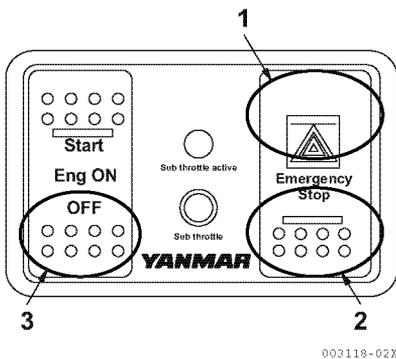

Figura 6
3. Pulse la mitad inferior del interruptor "Eng ON" (apagado). (3, **Figura 6**). El motor se apaga en unos 2 a 7 segundos. La parada normal del motor requiere tiempo porque el controlador ajusta la sincronización de la inyección de combustible a la posición más adecuada para el siguiente arranque.
Pulse la parte superior del interruptor de paro de emergencia (1, Figura 6) a la derecha del panel, y el motor se parará inmediatamente, sin la demora de la parada normal. Tras la parada, pulse la parte inferior del interruptor de paro de emergencia (2, Figura 6) para que vuelva a la posición anterior.
Utilice este interruptor sólo en caso de emergencia. En circunstancias normales utilice el interruptor OFF, Eng ON, Start (3, Figura 6) para detener el motor.